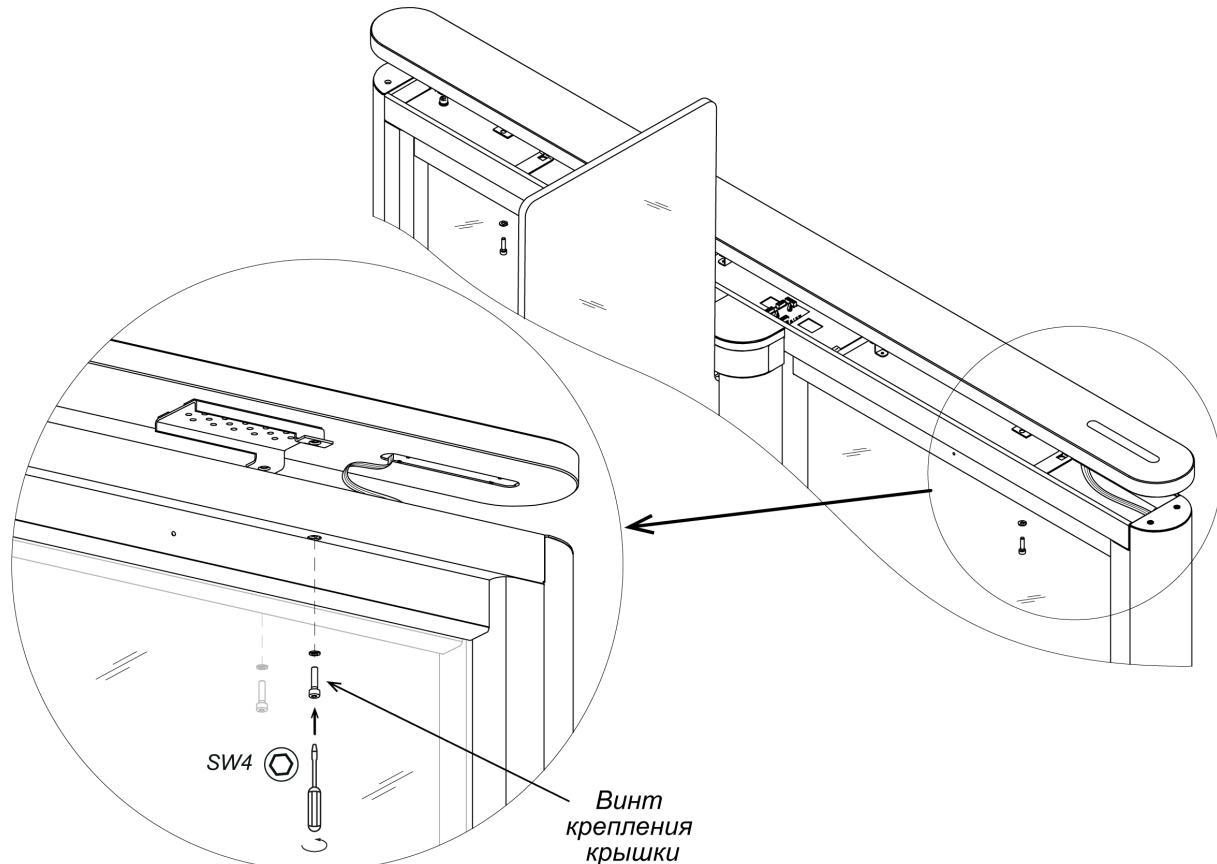

**Рисунок 22. Монтаж блока индикации центральной стойки**
24. Установите на свои места передние панели боковых стоек (10) (разд. 8.8.2). После установки проверьте, чтобы верхний край панелей находился на одном уровне с корпусом секции.
25. Установите блоки индикации центральных стоек (5) (см. рис. 22, разд. 8.8.5) (взять в комплекте принадлежностей).
Для установки блока индикации центральной стойки (5) (см. рис. 22):
3. Установите блок индикации на площадку, расположенную над поворотной опорой створки, и при помощи шестигранного ключа SW4 зафиксируйте его на верхнем коробе стойки (7), используя два винта M5×10 с плоскими и пружинными шайбами из комплекта поставки.